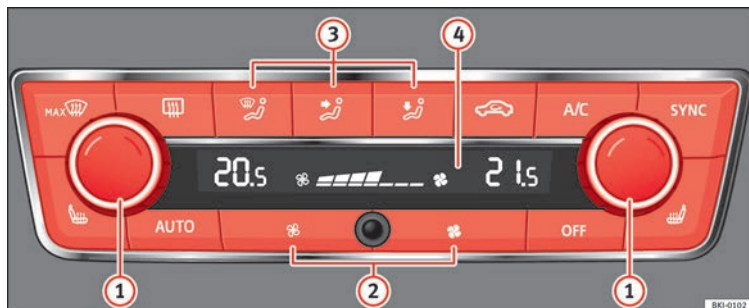

Fig. 172 Climatronic: elementi di comando.
- Azzerare la potenza della ventola »» fig. 172 ② o premere il tasto OFF.
- Premere il tasto **AUTO** »» fig. 172.
- Quando si accende il quadro, è possibile usare il comando **1** » **fig. 172** per regolare la temperatura interna desiderata.
- Premere il tasto **MAX** » **fig. 172**.